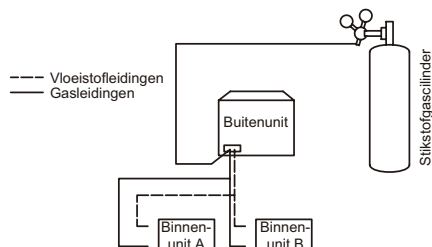

Fig.5.34
4. Gebruik blindstoppen om alle openingen aan de vloeistof (gas)-zijde te blokkeren, behalve de opening bij de binnenunit die het verst van de buitenunits is verwijderd ('Binnenunit A' in afb. 5.34).